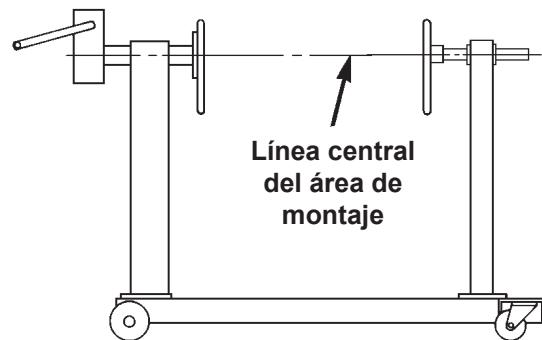

Figura 2
- Coloque el motor a modo que su centro de equilibrio esté en el centro del área de montaje de las placas de soporte. Consulte la Figura 2.